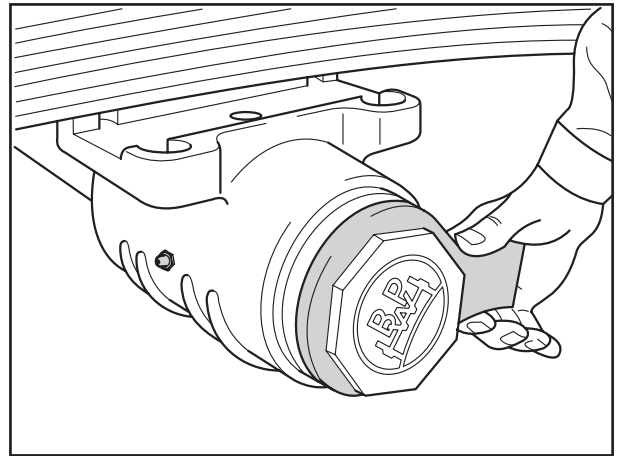

Fig. 7
- [14] Kapsel aufschrauben und mit Schlüssel festziehen (Fig. 7).
[14] Screw on hub cap and tighten with wrench (Fig. 7).
[14] Visser le capuchon et le serrer à l'aide d'une clé (fig. 7).